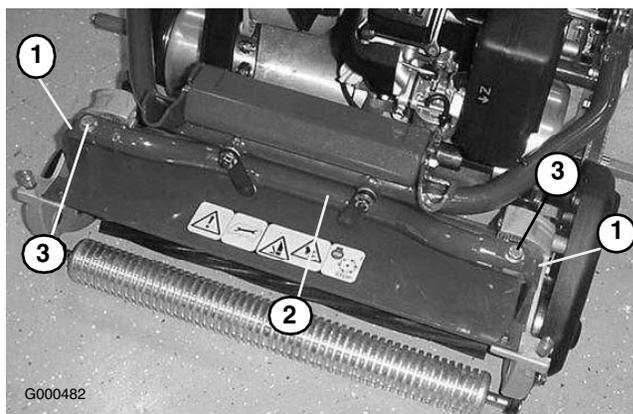

Figura 45
4. Retire los 2 tornillos de caperuza que fijan los brazos de pivote de la unidad de corte al tubo del bastidor de la unidad de tracción (Figura 45).
5. Gire hacia adelante los brazos de pivote (Figura 45) y apoye la unidad de tracción sobre el soporte bloqueado.